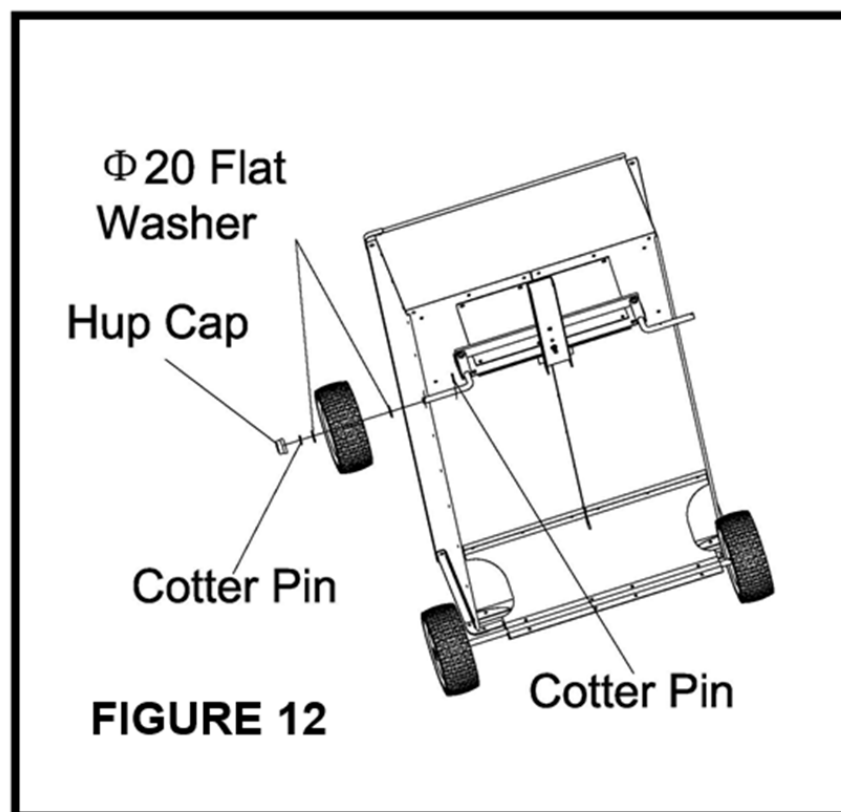

Abbildung 12
28. Setzen Sie einen Splint in das innere Loch eines Achsschenkelbolzens ein. Setzen Sie eine Ø20-Scheibe, ein Rad (mit dem Ventilbolzen nach außen) und eine weitere Ø20-Scheibe auf den Achsschenkelbolzen. Setzen Sie einen Splint in das äußere Loch der Achse ein. Wiederholen Sie dies auf der anderen Seite. Siehe **Abbildung 12**. Hinweis: Achten Sie darauf, dass sich die Achse nicht nach unten dreht, bis das Rad mit dem äußeren Splint daran befestigt ist.
29. Setzen Sie eine Nabenabdeckung über die flache Scheibe Ø20 an jedem Rad. Siehe **Abbildung 12**.